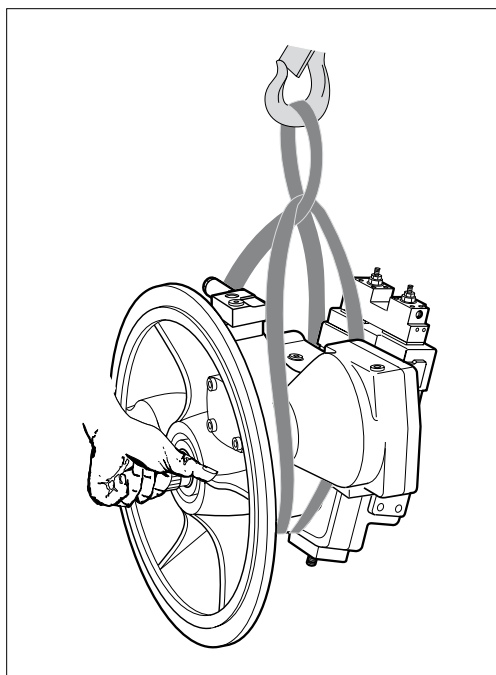

Abb. 7: Transport mit Hebeband
- ▶ Legen Sie das Hebeband so um die Axialkolbenmaschine, dass es weder über Anbauteile (z. B. Ventile) verläuft, noch dass die Axialkolbenmaschine an Anbauteilen aufgehängt wird (siehe Abb. 7).